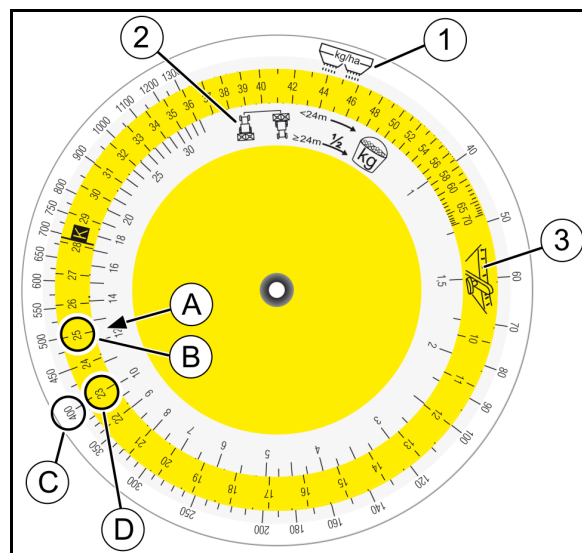

Fig. 55
Find talværdien (Fig. 55/2) for den opsamlede mængde [kg] på skalaen (A) og sæt den over hinanden ved hjælp af den valgte spjældstilling (B) til den farvede skala (Fig. 55/3).
3. Find den ønskede spredemængde (C) og aflæs den nødvendige spjældstilling (position) (D).